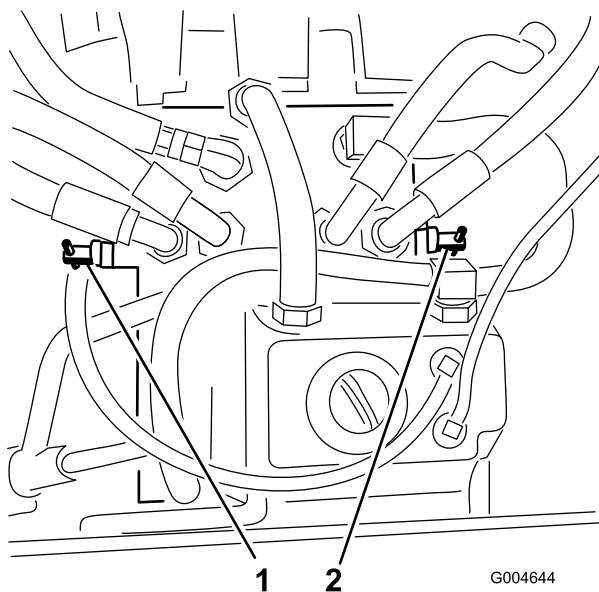

図 28
- 各バイパスバルブを左回りに1回転させる 図28。
各バイパスバルブを右に回転させて手締めする 図 28。